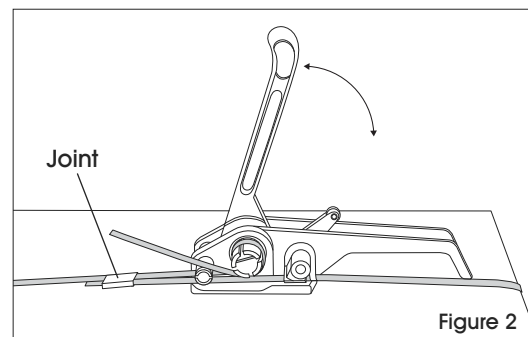

Figure 2
1. Avancez le levier de tension vers l'avant et ramenez vers l'arrière pour commencer à serrer. (Voir Figure 2)
1. Le joint doit être placé avec le côté ouvert vers le bas sur les deux extrémités du feuilard. (Voir Figure 2)